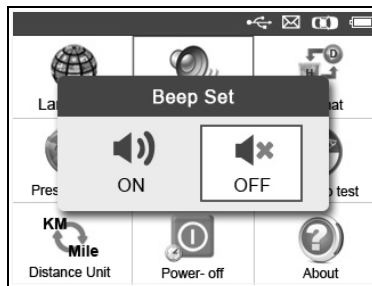

Abbildung 3.4
- 2) Wählen Sie im Menü **Signaleinstellung** über die Scrolltaten **NACH LINKS/RECHTS** zum Ein- und Ausschalten des Pieptons **ON** oder **OFF** aus (Abbildung 3.4).